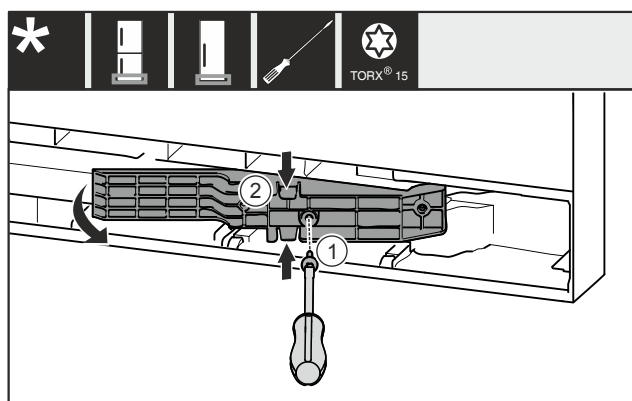

Fig. 18 *
- Извлеките винт Fig. 18 (1)*
- Слегка сожмите деталь адаптера Fig. 18 (2) сверху и снизу и извлеките ее.*